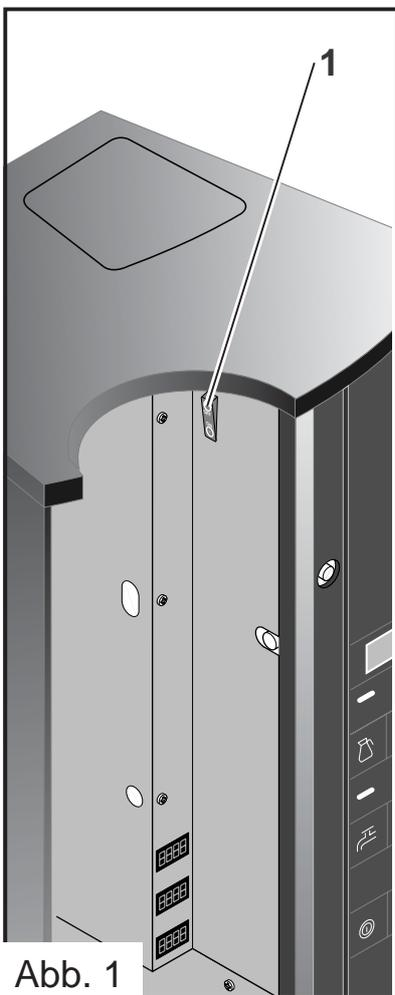

Abb. 1
(Abb.1)
- An jedem Zähler kann die Gesamtanzahl der ausgegebenen Getränke abgelesen werden (Abb.1) z.B.:
- Zähler für Kaffee oder Tee (1) oder Gesamtzähler (1)
- Zähler für Mokka (2)
- Zähler für Wasser (3)
Vor Beginn der Reinigungsarbeiten, das Gerät am Hauptschalter (1) ausschalten. (Abb.1)